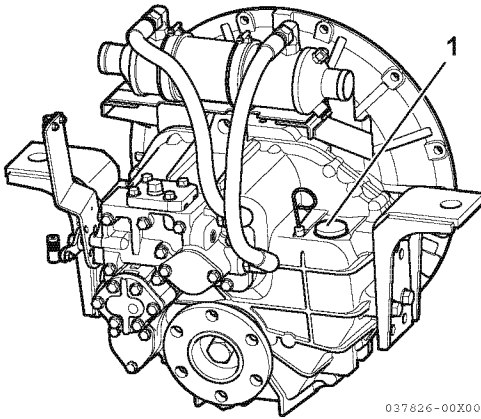

Abbildung 3
9. Den Öldeckel entfernen (1, **Abbildung 3**). Die folgenden Ölmengen einfüllen und dabei die erforderliche Menge für den Kühler und die Rohrleitungen hinzufügen.